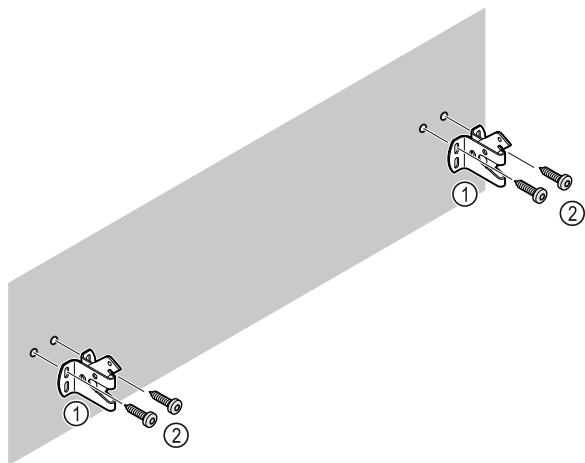

Fig. 10
Afhankelijk van de eigenschappen van de wand (hout, beton) geschikt bevestigingsmateriaal (bijv. pluggen) en voldoende bevestigingspunten gebruiken Fig. 10 (2).
- ▶ Borghaken bevestigen. Fig. 10 (1)